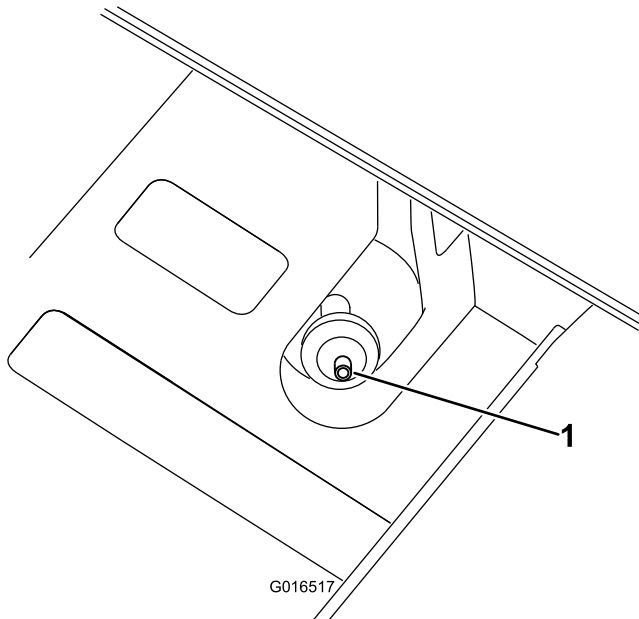

Figura 25
1. Localice el filtro de aire en la parte inferior del cartucho de carbón (Figura 25).